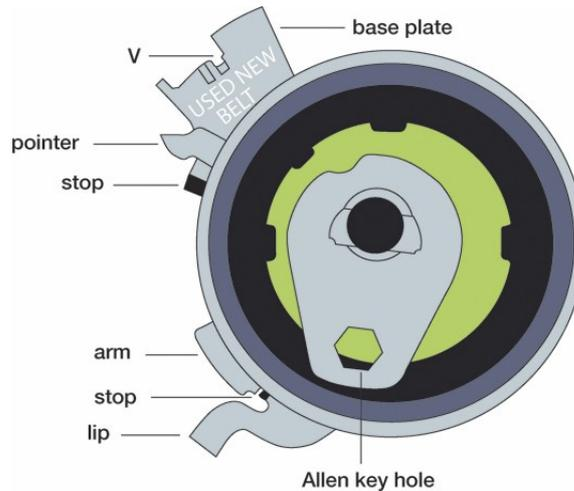

Bild 2
- Spannrolle nach links drehen bis der Spannungsanzeiger sich am rechten Rand der Grundplatte befindet (Bild 2).